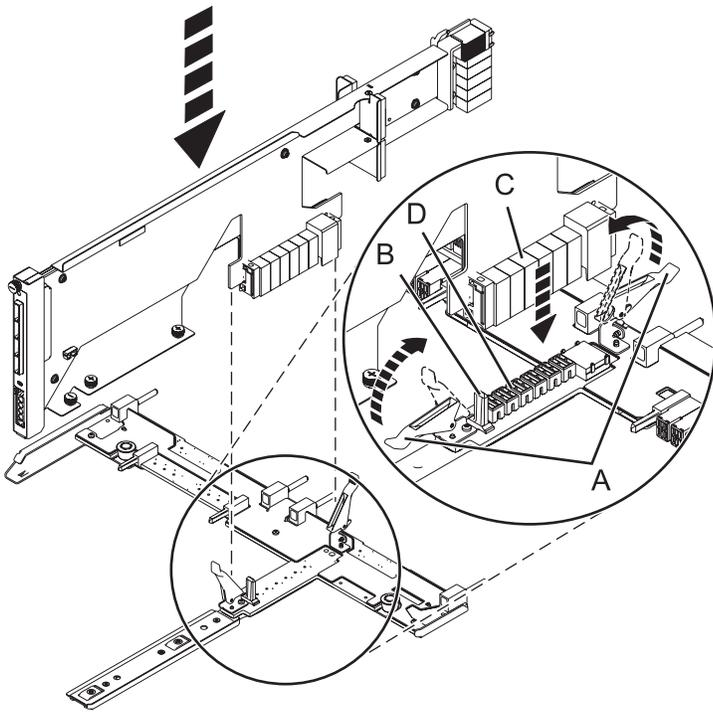

Figura 78. Instalación de la tarjeta de conducto SAS en la placa central
- a. Coloque el conector de la tarjeta (C) en la conexión media (D) utilizando la guía (B) para asegurar una buena conexión.
- b. Levante el asa (A) para ajustar la tarjeta de conducto SAS en la placa central, según se muestra en Figura 78 en la página 108.